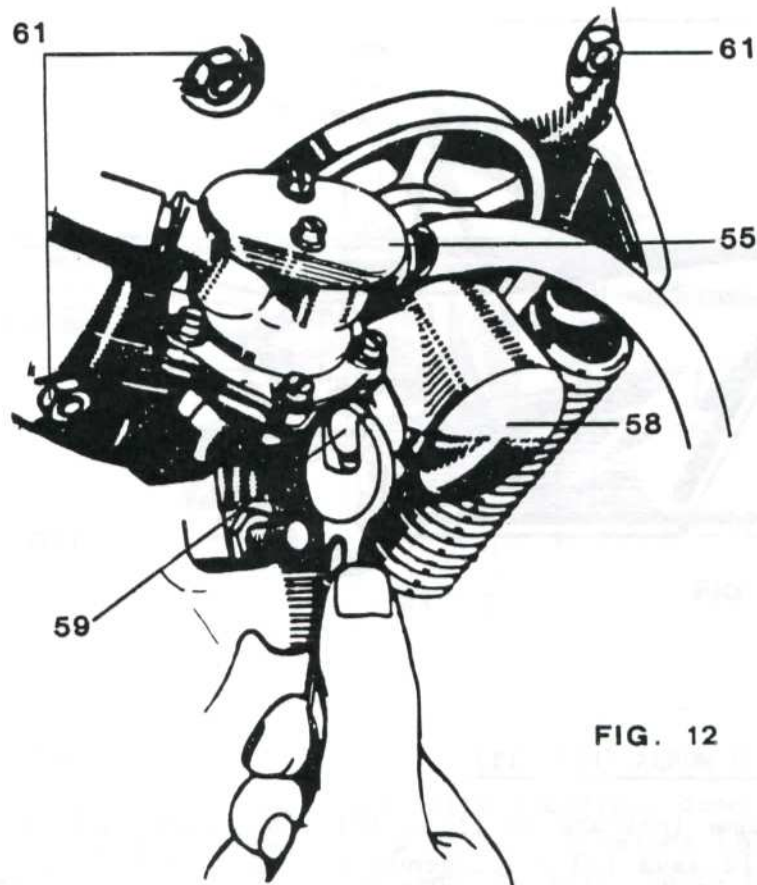

FIG. 12
DISASSEMBLAGGIO TESTA (FIG. 12).
HEAD DISASSEMBLY (FIGURE 12)
DISASSEMBLAGE DE LA TETE (FIG. 12)
AUSBAU DES SAEGEKOPFES (ABB. 12)
- Svitare i dadi (61 fig. 12) e sfilare il coperchio (60) con l'estrattore.
- Unscrew nuts (61 figure 12) and withdraw the cover (60) by means of the extractor.
- Desserrer les écrous (61 figure 12) et sortir le couvercle (60) à l'aide de l'extracteur.
- Man entfernt die Muttern (61 Abb. 12) mit Abzieher Schutzhaube Abnehmen (60).